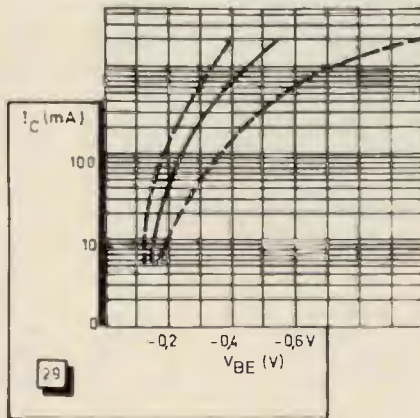

figura 29
con i valori di  $\Delta V_{BE4}$  rilevati dal grafico di figura 29. Due semplificazioni sono state ammesse formulando le relazioni (20) e (21). In primo luogo, si è trascurata la corrente di riposo (20 mA) rispetto a quella del segnale (1 A). Da ciò potrebbe derivarne un errore solo nel caso si lavori con corrente di riposo nettamente superiore. Inoltre, non si è tenuto conto del fatto che  $R_L$  (figure 26 e 27) non è percorsa solo da  $I_{C3}$  e  $I_{C4}$ , ma anche da una corrente negativa di valore  $I_{R3}$ .